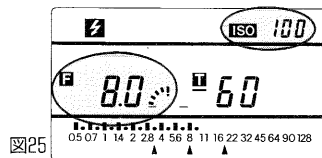

図25
4. フラッシュ光を受光すると自動的に測定値が表示されます。(図25)
(図25) → (図26)